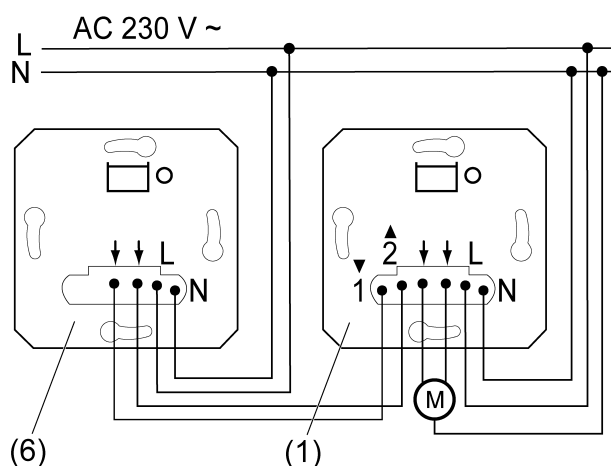
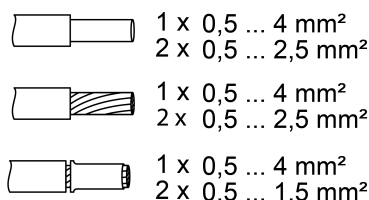

рисунок 2: Вставка с подчиненным узлом локальной сети
рисунок 3: Максимальное поперечное сечение кабеля для зажимных контактов
- Подключить вставку жалюзи (1) (рисунок 2). При этом следует учитывать поперечные сечения проводов, на которые могут устанавливаться зажимы (рисунок 3). Опция: подключение подчиненного узла локальной сети (6). Вместо вставки жалюзи в качестве подчиненного узла локальной сети может также использоваться механический кнопочный выключатель или переключатель жалюзи.